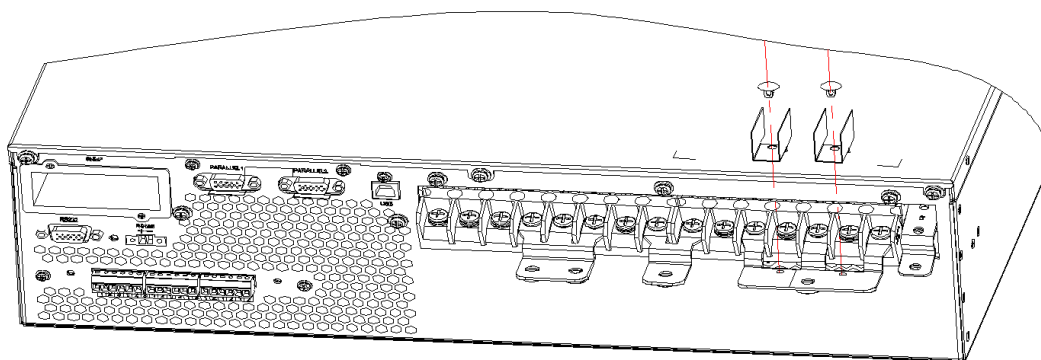

Рис. 3-19 Установка изоляционной пленки
3. Установите изоляционную пленку (аксессуар) на медную перемычку No.5 (рис. 3-19), и зафиксируйте пластиковой заклепкой, как показано на рис. 3-19